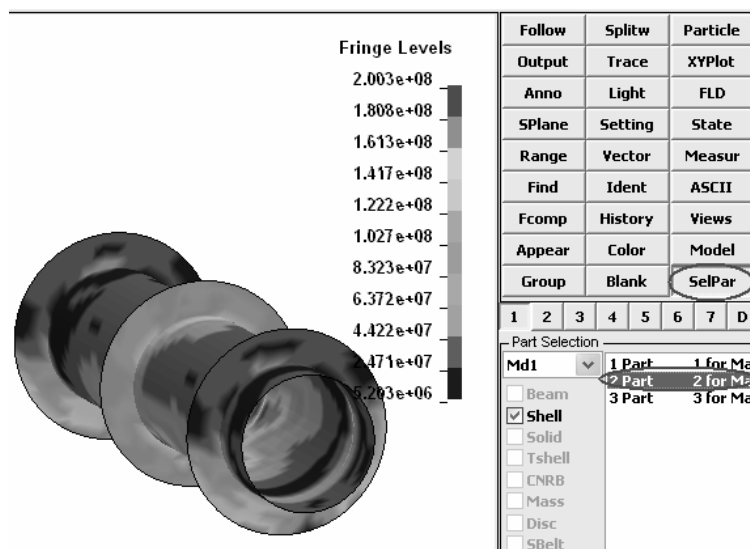

图 8-25 查看各个 Part 的云图
(2) 在动画播放过程中单击“SelPar”(见图 8-25), 再单击“2Part 2for Ma”, 图形窗口中显示出内圆管和筋板的应力云图。按住“Ctrl”键保持不放, 同时单击左键一并选中图 8-25 中的“1Part 1for Ma”、“2Part 2for Ma”、“3Part 3for Ma”, 此时图形窗口中显示出所有的模型。单击视频工具条中的暂停键, 停止视频播放。